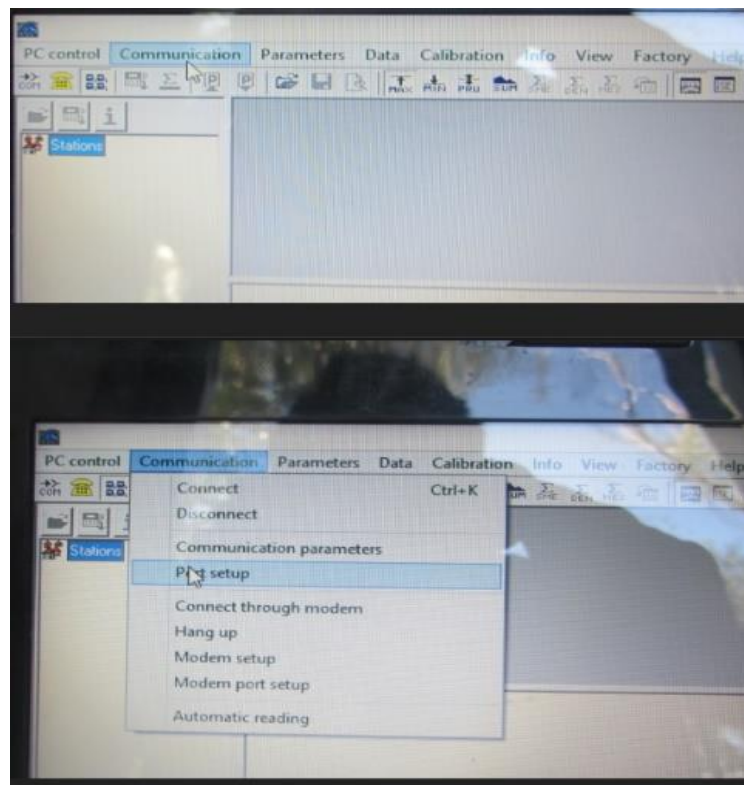

Fig. 3
- c. Din fereastra **Communication** alegem opțiunea **Port Setup** (fig. 3).